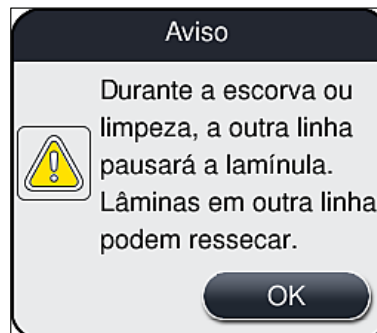
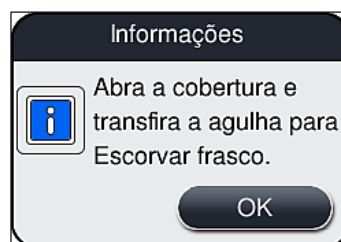

Fig. 96
Fig. 97
2. Depois disso, pressione o botão **Escorvar/Limpar** da respectiva linha da lamínula esquerda (→ Fig. 95-2) ou direita (→ Fig. 95-3) e confirme a mensagem de aviso com **OK** (→ Fig. 96).
3. Observe a seguinte mensagem de informações (→ Fig. 97).
5. Coloque a unidade de agulhas (→ Fig. 98-1) no frasco de escorvar (→ Fig. 98-3) e confirme a mensagem de informações (→ Fig. 97) com **OK**.
4. Observe as mensagens de informações a seguir (→ Fig. 96), (→ Fig. 97) e (→ Fig. 101) e confirme cada uma com **Ok**.